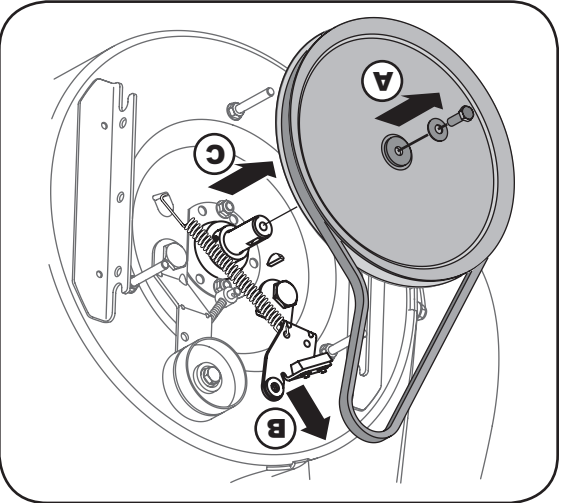

Figure 30
10. a. Utilisez une clé de 1/2 po pour enlever la vis à tête hex. et la rondelle creuse du milieu de la poulie sur l'habitacle de la tarière. Voir la Figure 30.